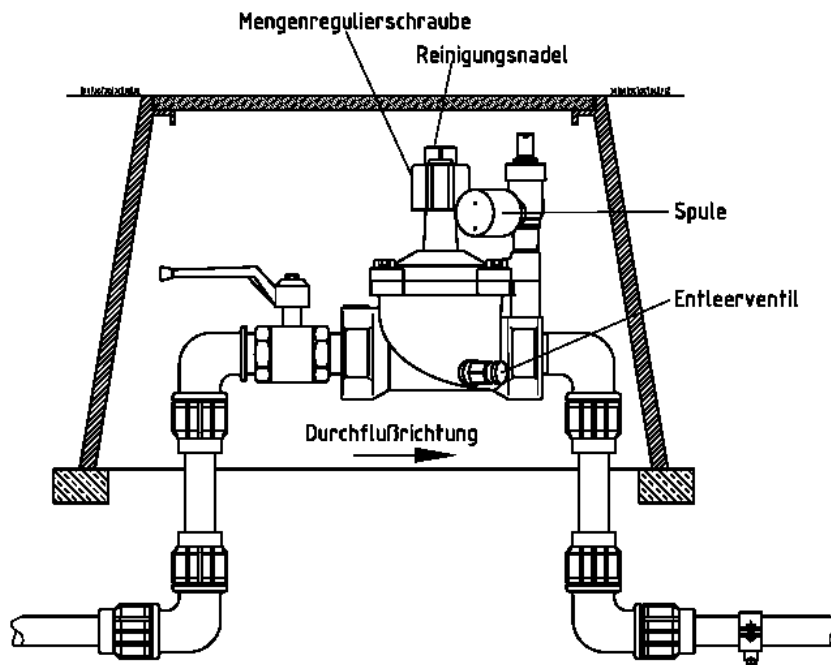

Abbildung 3
- ☆ Reinigungsnadel 1 mal jährlich heraus drehen und säubern. (siehe Abbildung 3)
- ☆ Spule ausbauen auf Verschmutzung überprüfen und gegebenenfalls reinigen.(siehe Abbildung 3)